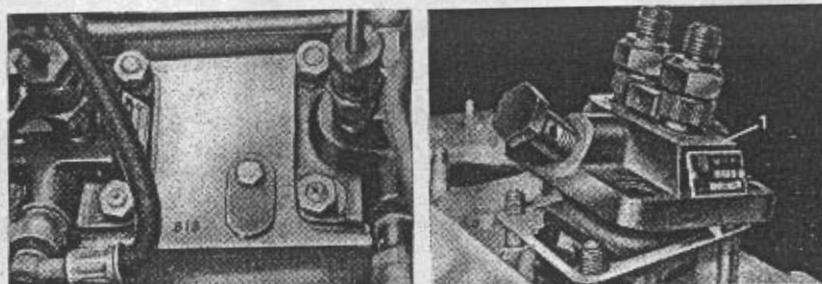

Bild 24. Veränderung des Förderbeginns durch Beilagen oder Abnehmen der Beilagen unter der Einspritzpumpe
f) Stehen die Markierungen der Schwungscheibe mit dem Gehäuse nicht gegenüber, kann die Veränderung des Förderbeginns durch Beilagen oder Abnehmen der Beilagen unter der Einspritzpumpe vorgenommen werden (Bild 24). Festmaß der Einspritzpumpe 82,8 mm. Differenz zwischen Stempelmaß auf Kurbelgehäuse und Festmaß für Einspritzpumpe durch Beilagescheiben ausgleichen.
schriebenen Förderbeginn. Aus diesem Grunde müssen die gleichen Beilagen beim Einbau der neuen Einspritzpumpe wieder verwendet werden (Bild 24).